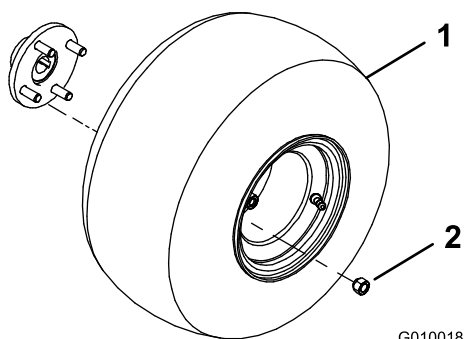

図 3
2. 後ホイールハブにホイールアセンブリを取り付ける 図 3。
3. ラグナット 図 3 を取り付けて、61-75 N·m/6.2-7.6 kg·m=45-55 ft·lb にトルク締めする。